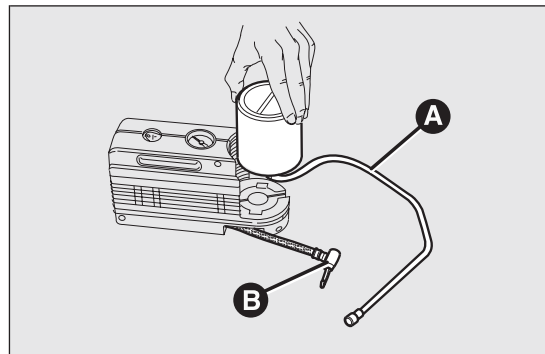

fig. 150
- disinserire l'innesto B fig. 150;